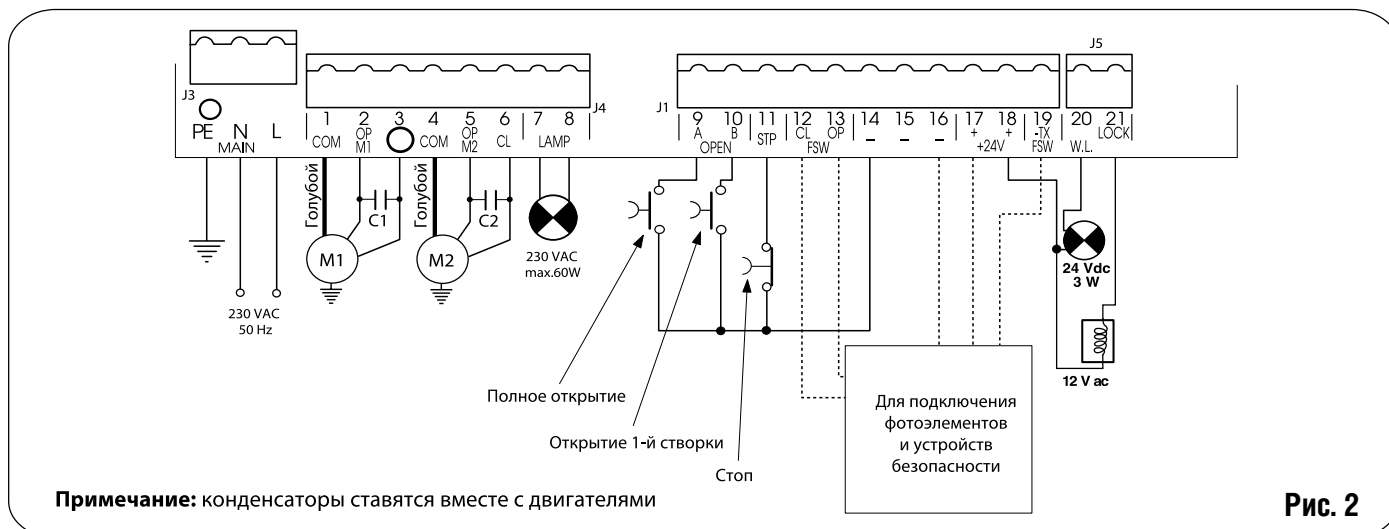

Рис. 2
3. Подключите провод заземления к соответствующей клемме разъема J3 оборудования (см.рис.2).